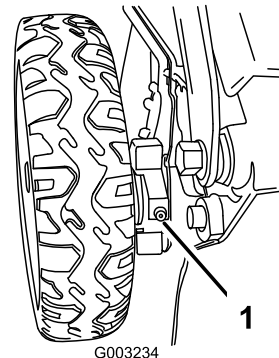

Figure 31
1. Essuyez les graisseurs situés juste à l'intérieur des roues arrière avec un chiffon propre (Figure 31).